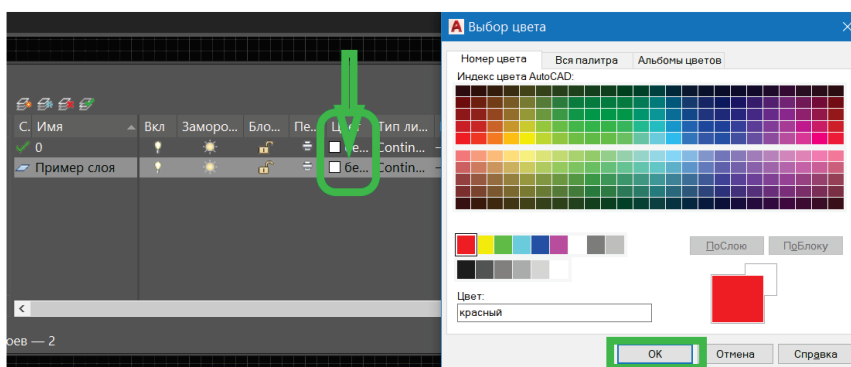

Рисунок 10 – Выбор цвета создаваемого слоя
3. Задать цвет нового слоя (рис. 10).